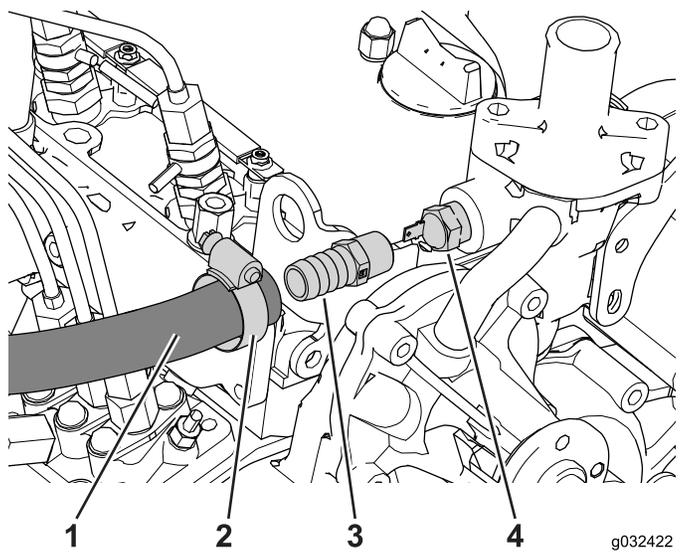

Figura 30
1. Individuate, scollegate e rimuovete il microinterruttore della temperatura (Figura 30).
5. Fate scorrere la fascetta stringitubo sull'estremità del flessibile (Figura 30).
6. Inserite il flessibile sul raccordo diritto e fissatelo utilizzando la fascetta stringitubo, come illustrato nella Figura 30.